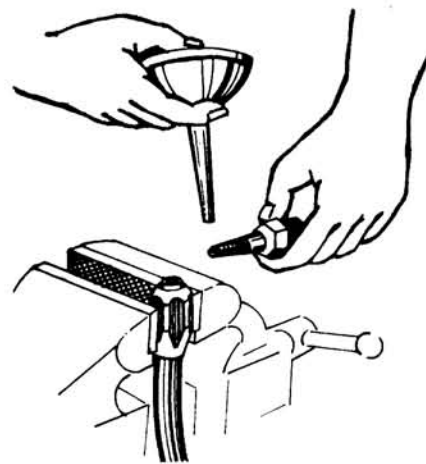

Fig. 7
- b Lubrique la rosca de la boquilla y el interior de la manguera (fig. 7).